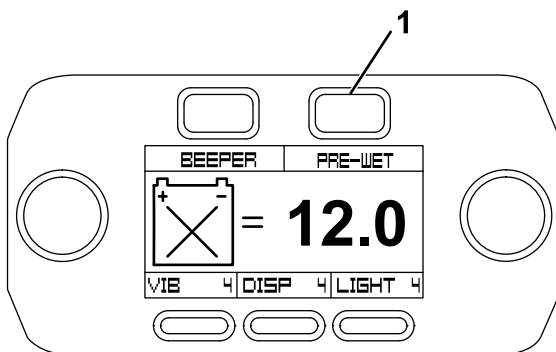

Figura 41
2. Pulse el botón Pre-Wet (Figura 41).